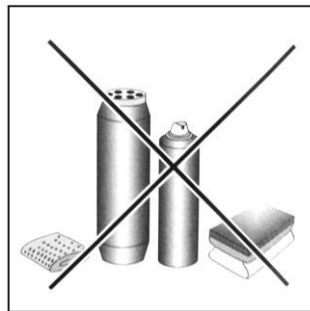

Рис.2
- Очистите варочную поверхность, пока она не остыла полностью, используя подходящее чистящее средство и бумажные полотенца. Затем протрите влажной тряпкой и высушите. Алюминиевую фольгу, пластиковые предметы, предметы из синтетических материалов, сахар или продукты с высоким содержанием сахара, расплавившиеся на поверхности, необходимо немедленно удалить скребком, пока варочная поверхность еще горячая. Специальные чистящие средства для стеклянных керамических поверхностей образуют прозрачный защитный слой, препятствующий образованию отложений. Это также защищает поверхность от повреждений при попадании пищи с высоким содержанием сахара. Ни при каких обстоятельствах не используйте абразивные губки или чистящие средства. Это касается также химически агрессивных чистящих средств, таких как спреи для духовки и пятновыводители (рис. 2);